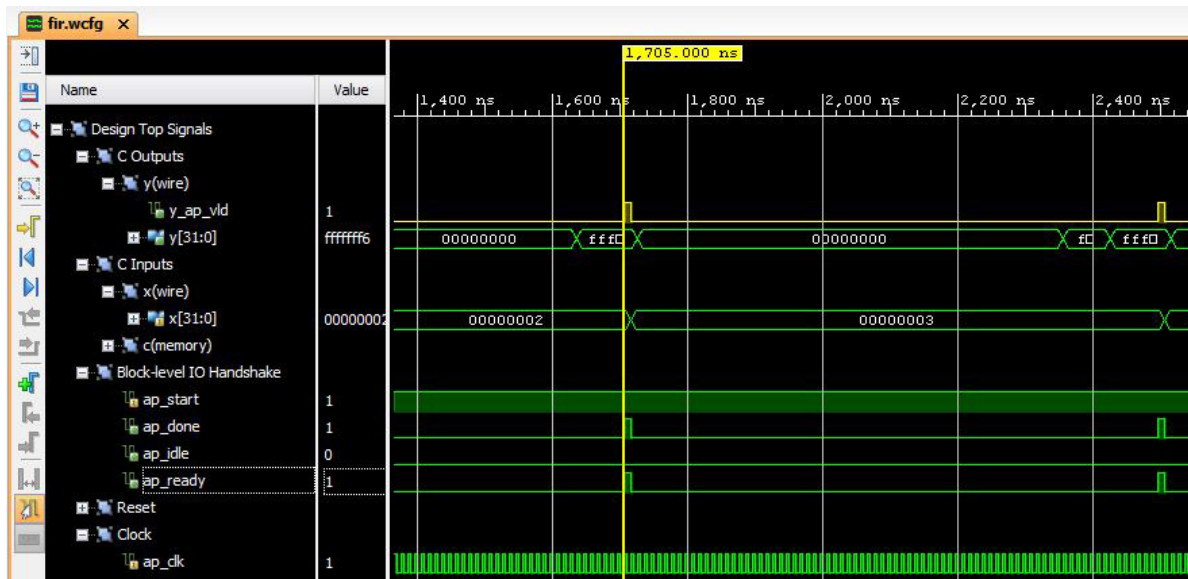

Abbildung 12: Vivado Waveform Viewer
- Drücken Sie nun noch den Knopf `Open Wave Viewer` in der Toolbar (oder: `Solution > Open Wave Viewer`). Der Vivado Wave Viewer wird gestartet und die Traces der Inputs und Outputs des Designs werden geladen. Sehen Sie sich die Traces an und messen Sie die Zeit zwischen zwei Pulsen des Signals `ap_done`, wie in Abbildung 12 zu sehen. Die Zeitdauer sollte 790 ns betragen und damit der Latenz des Designs von 79 Taktzyklen entsprechen.